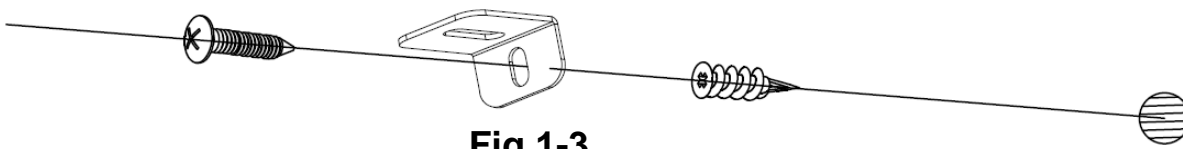

Fig 1-3
C. Installeer het plastic anker (C) in de droge muur en installeer vervolgens de langere schroef (B) (meegeleverd) in het gat van de L-beugel in het muuranker om te voorkomen dat de haard van de muur loskomt. (Fig. 1-3)